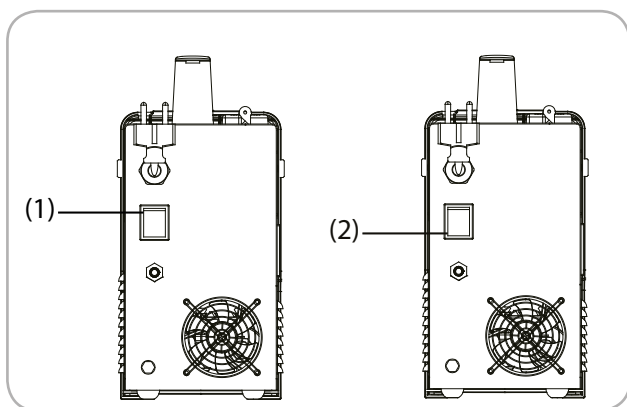

Fig.3
- Aparatul pornește prin conectarea cablului de alimentare la priză și apăsarea întrerupătorului în poziția Pornit; Fig 3 (1)
- Aparatul se oprește, apăsând întrerupătorul în poziția Oprit și deconectând cablul de alimentare de la priză. Fig 3 (2)